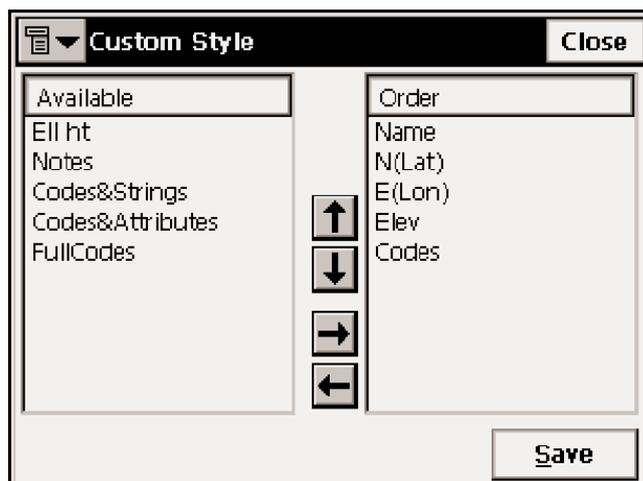

Рисунок 5-9. Свой формат
Чтобы создать новый формат файла, в окне **Custom Style (Свой стиль)** введите порядок следования данных (рис. 5-9 на стр. 5-6).
4. Нажмите **Save (Сохранить)** (рис. 5-9 на стр. 5-6). В окне **Text File Format (Текстовый формат файла)** созданный формат появится в выпадающем списке **Select File Format (Выберите формат файла)**.